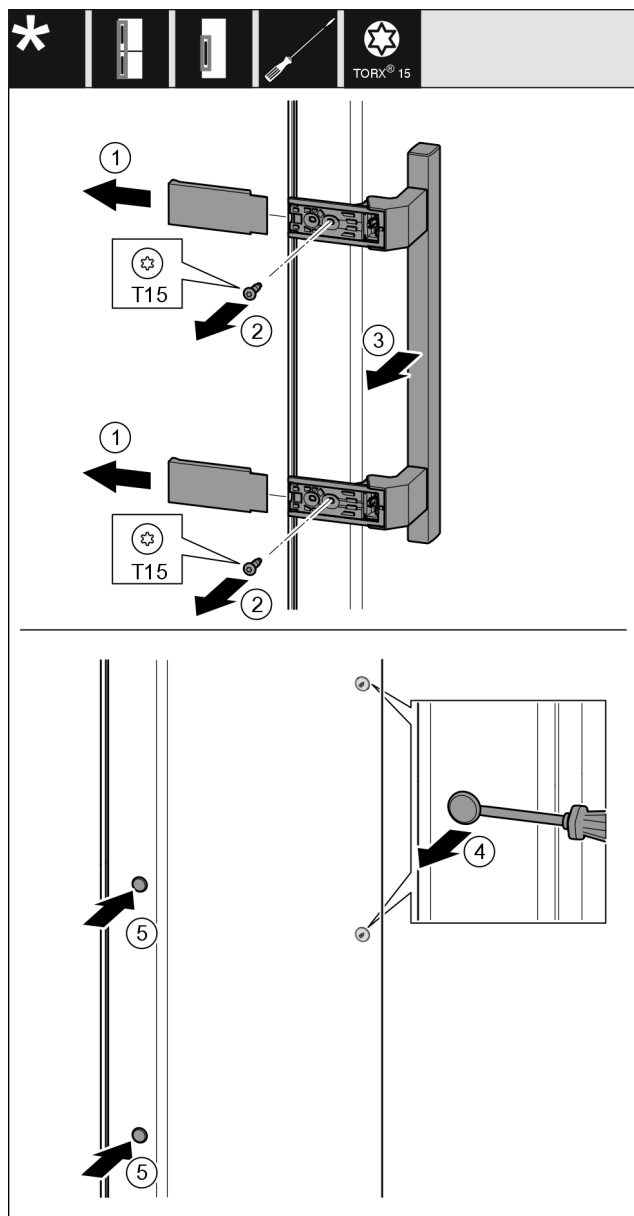

Fig. 27
- Togliere la copertura Fig. 27 (1).
- Estrarre le viti Fig. 27 (2) con un cacciavite.
- Rimuovere la maniglia Fig. 27 (3).
- Sollevare il tappo laterale Fig. 27 (4) con cautela con un cacciavite a intaglio ed estrarlo.
- Reinserire il tappo Fig. 27 (5) sull'altro lato.